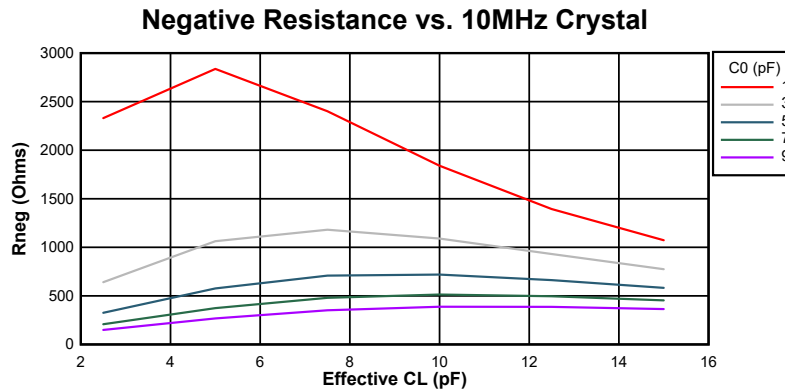
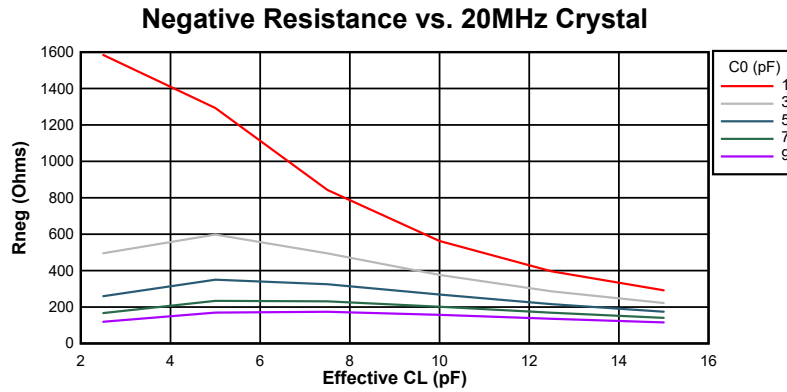

図 6-13. 10MHz 時の負性抵抗変動
図 6-14. 20MHz 時の負性抵抗変動
図 6-13 および 図 6-14 に、このデバイスの負性抵抗と水晶振動子間の関係の変動を示します。グラフからわかるように、水晶振動子の並列容量 (C0) と実効負荷容量 (CL) は電気発振回路の負性抵抗に大きな影響を及ぼします。これらは代表的なグラフであるため、設計上考慮すべき最小値および最大値については、表 6-5 を参照してください。